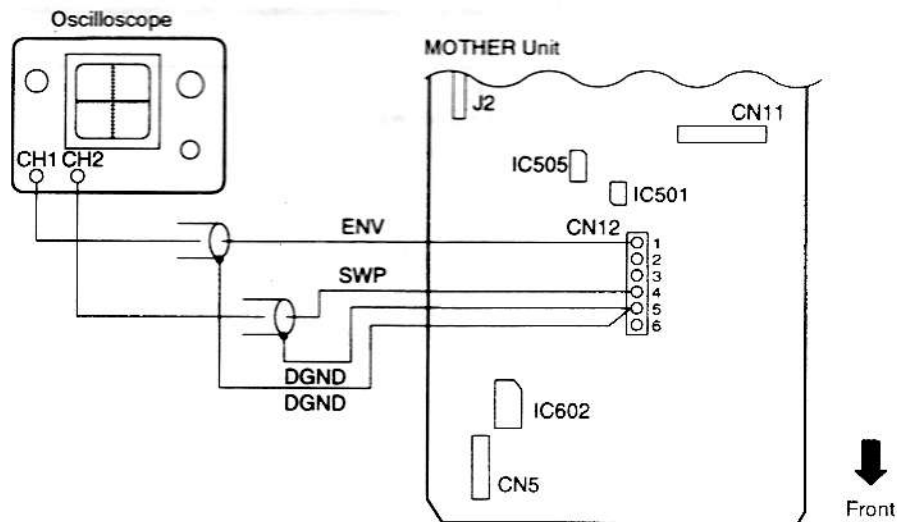

Fig. 4-10
1. Connect the oscilloscope's CH1 between CN12-1 (ENV) and CN12-5 (DGND) on the MOTHER unit, and connect the oscilloscope's CH2 between CN12-4 (SWP) and CN12-5 (DGND). (Refer to Fig. 4-10)
1. オシロスコープの CH1 を MOTHER UNIT の CN12-1 (ENV) と CN12-5 (DGND) 間に、CH2 を CN12-4 (SWP) と CN12-5 (DGND) 間に接続する。(図 4-10 参照)